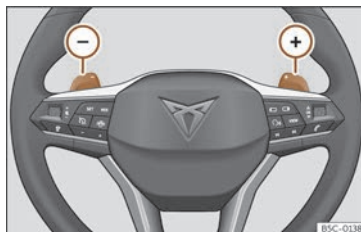

Abb. 93 Lenkrad: die Hebel für Automatikgetriebe.
- Tippen Sie die Schaltwippe (+), um einen Gang hochzuschalten >>> (**Abb. 93**).